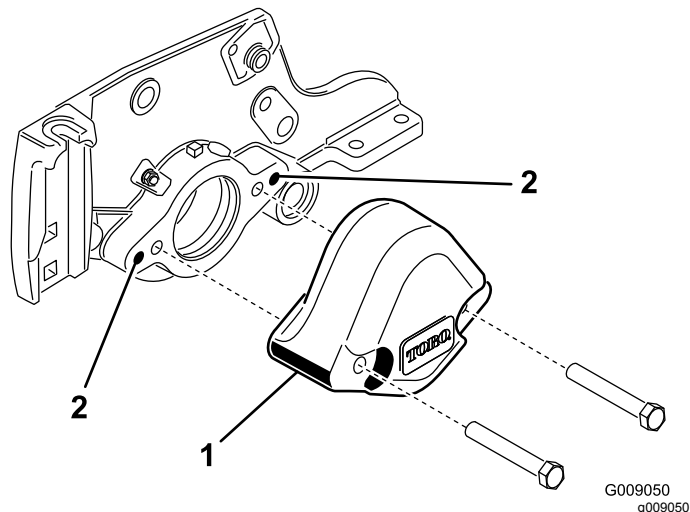

Рисунок 5
3. Открутите два болта, крепящие противовес с левой стороны режущего блока. Снимите противовес (Рисунок 5).
4. Используя метчик $\frac{3}{8}$ -16 дюйма, удалите краску из наружных монтажных отверстий в боковой пластине (Рисунок 5).